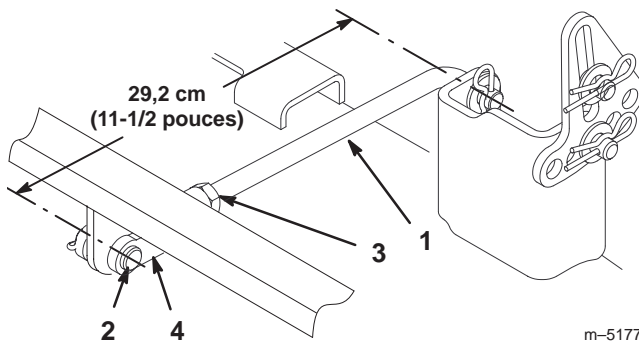

Figure 39
4. Mesurez la longueur du tourillon arrière (Fig. 39). Si elle n'est pas égale à 29,2 cm (11-1/2"), enlevez l'axe de chape et la goupille fendue à l'extrémité du tourillon (Fig. 39), desserrez l'écrou de blocage et tournez la chape jusqu'à obtention de la longueur voulue. Fixez ensuite la chape avec l'axe et la goupille fendue. Répétez la procédure de l'autre côté de la tondeuse.
10. Quand l'inclinaison avant/arrière voulue est obtenue, serrez les écrous de blocage (Fig. 39 et 41).